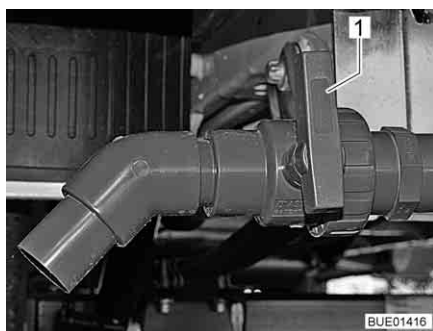

Fig. 228 Rubinetto di scarico (Viseo)
- Girare la maniglia (Fig. 228,1) del rubinetto di scarico nella direzione di scorrimento.